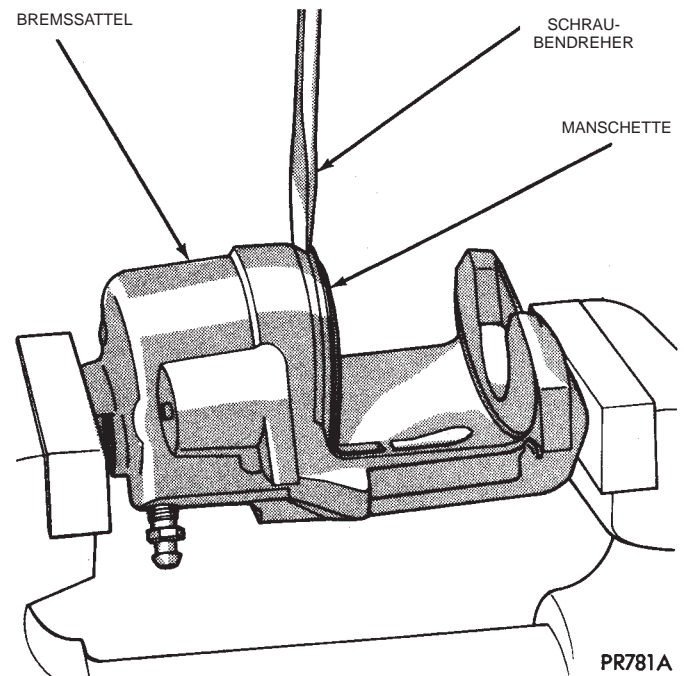

Abb. 160 Staubschutzmanschette von Bremssattel und Kolben trennen
(1) Den Bremssattel von der Bremsscheibe abnehmen (siehe Ausbauanleitung für die Bremsbeläge) und an einer Drahtschlaufe in sicherem Abstand von der Bremsscheibe aufhängen, so daß keine Bremsflüssigkeit auf die Bremsscheibe gelangen kann. Ein kleines Holzstück zwischen dem Kolben und den Bremssattelwangen einsetzen.
(2) Das Bremspedal **vorsichtig** betätigen, um den Kolben mit Hydraulikkraft aus der Bohrung zu drücken. Anschließend das Pedal unterhalb der ersten 2,5 cm (1 Zoll) des Pedalwegs gedrückt halten, damit keine Bremsflüssigkeit aus dem Hauptbremszylinder abfließen kann.
(3) Wenn die Kolben an beiden Bremssätteln ausgebaut werden sollen, Bremsleitung und Bremschlauch am Längsträger trennen. Die Bremsleitung verschließen und den Kolben des gegenüberliegenden Bremssattels mit dem gleichen Verfahren herausdrücken.
(4) Den Bremschlauch vom Bremssattel trennen.
(5) Zum Zerlegen den Bremssattel in einen Schraubstock mit Schutzbacken einspannen.
(6) Die Laufhülsen und Staubschutzbuchsen der Bremssattel-Führungsbolzen ausbauen; siehe "Buchsen der Bremssattel-Führungsbolzen ausbauen" im Abschnitt "Bremssattel zerlegen" in diesem Handbuch.
(7) Die Staubschutzmanschette des Kolbens vom Bremssattel abnehmen und entsorgen (Abb. 160).